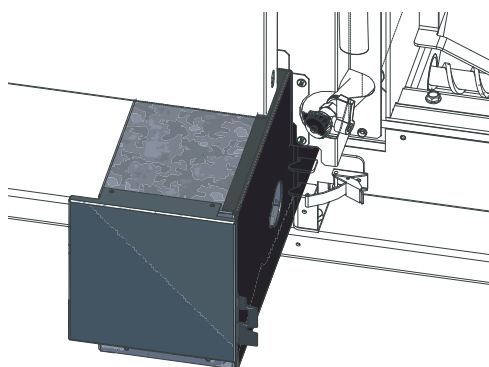

Fig. 47 Aschebox leicht nach links drücken und herausziehen
- ▶ Aschebox leicht nach links schieben und herausziehen – Fig. 47.